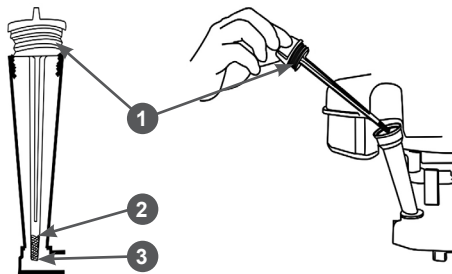

Рис. 18. Замена моторного масла
5. Осторожно открутите крышку-щуп 1 (Рис. 18) маслозаливной горловины, протрите его насухо и отложите в сторону.
9. Установите крышку-щуп в отверстие маслосливной горловины, не закручивая ее. Аккуратно вытащите щуп и осмотрите его. Уровень масла должен соответствовать верхней отметке 2 на щупе (Рис. 18).